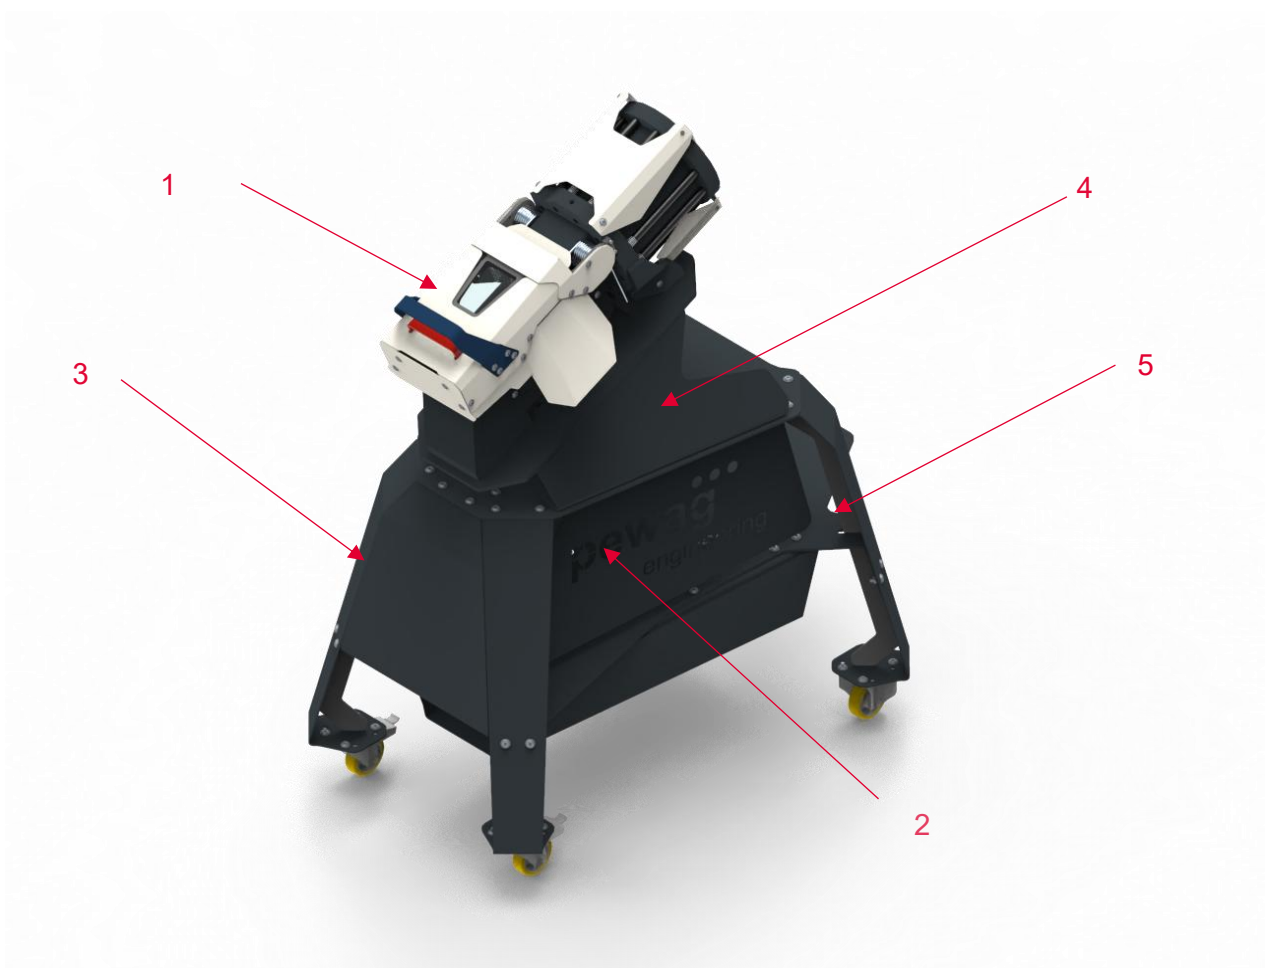

Bild 8: Mobile Kettenschiere
In Bild 8 finden Sie die Darstellung der mobilen Kettenschere. Die Komponenten dieser sind äquivalent zu der stationären Version, welche lediglich das Fahrgestell (3) und den Unterbau
(4) nicht beinhaltet. Der Unterbau (4) kann jedoch gesondert mitbestellt werden.